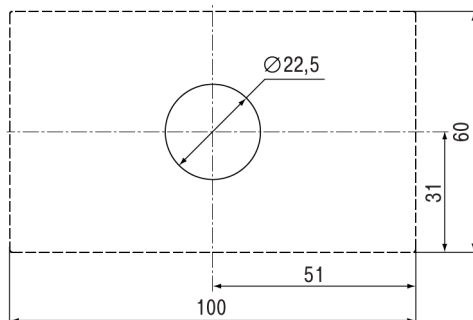

Рисунок 4.2 – Установчі розміри пристрою
1. Підготувати у щиті круглий отвір діаметром 22,5 мм (див. рисунок 4.2).